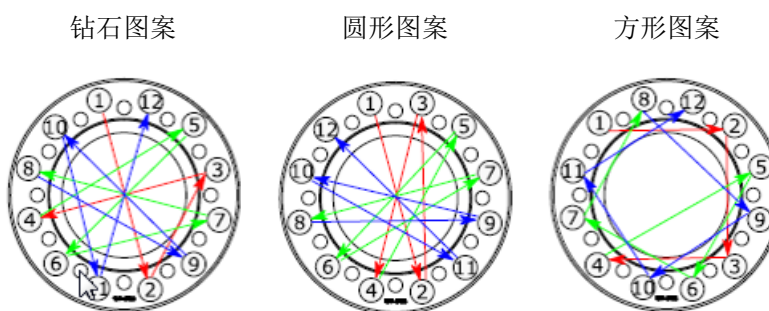

图 2-14. 扭矩模式
2. 从阀门入口侧开始，按照图 2-14 所示的菱形图案，将法兰螺栓拧紧至垫圈制造商建议扭矩的 25%。
3. 仅在阀门入口侧继续，按照图 2-14 中的菱形图案，将法兰螺栓拧紧至垫圈制造商建议扭矩的 50%。
4. 仅在阀门入口侧继续，按照图 2-14 中的菱形图案，将法兰螺栓拧紧至垫圈制造商建议扭矩的 75%。
5. 仅在阀门入口侧继续，按照图 2-14 中的菱形图案，将法兰螺栓完全拧紧至垫圈制造商建议扭矩的 100%。
6. 在阀门的入口侧，继续拧紧法兰螺栓的螺母，直到螺母不会移动到垫片制造商推荐扭矩的 100% 以下。按图 2-14 所示的圆形图案和正方形图案交替进行。